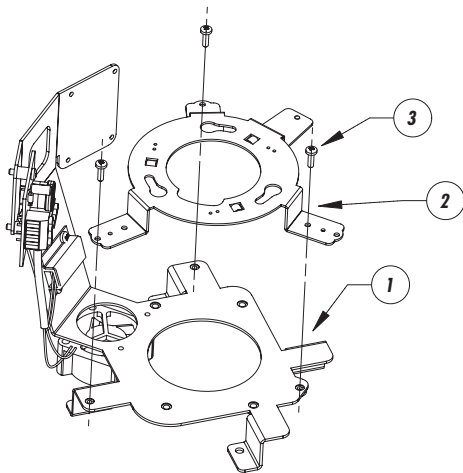

Fig. 5
- Fissare (Fig. 5) la piastra riscaldamento (1) con i circuiti precedentemente cablati e la staffa di montaggio della telecamera network (2) tramite le 3 viti di fissaggio (3).
- Fixer (Fig. 5) la plaque du chauffage (1) avec les circuits câblés et l'étrier de fixation de la caméra réseau motorisée (2) au moyen des 3 vis de fixation (3).
- Fasten (Fig. 5) the heating plate (1) with the previously wired circuits and the network camera mounting bracket (2) using the 3 fastening screws (3).
- Fixieren (Fig. 5) Sie die Heizungsplatte (1) mit den vorverkabelten Schaltungen und die Befestigungshalterung der Netzwerk Kamera (2) mit Hilfe der 3 Schrauben (3) an dem Kugelgehäuse.